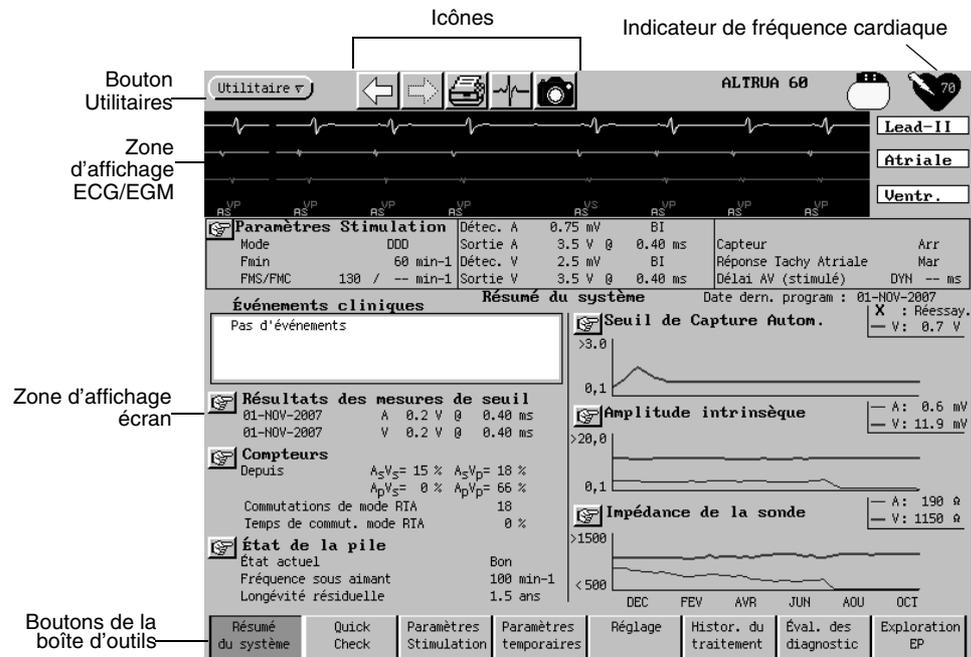

Figure 5-5. L'écran principal de l'application avec l'écran Résumé du système.
3. La fenêtre d'accueil apparaît. Choisir l'option Interroger en sélectionnant le bouton Interroger du menu ou en appuyant sur la touche INTERROGER du PEM, ou sélectionner le mode Démo. L'écran principal de l'application apparaît et l'écran Résumé du système s'affiche (Figure 5-5).